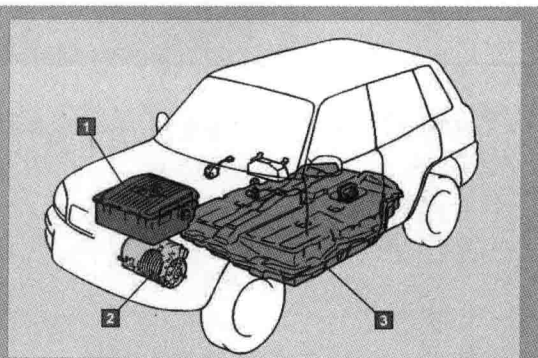

图1-16 纯电动车
(3) 纯电动车 纯电动车(图1-16)英文缩写为EV,它采用电池为电动机供电,而不是使用燃油,但电池需要充电。电动车的优点是运转期间无废气排放和低噪声。车轮驱动系统一般采用三相交流同步电动机。